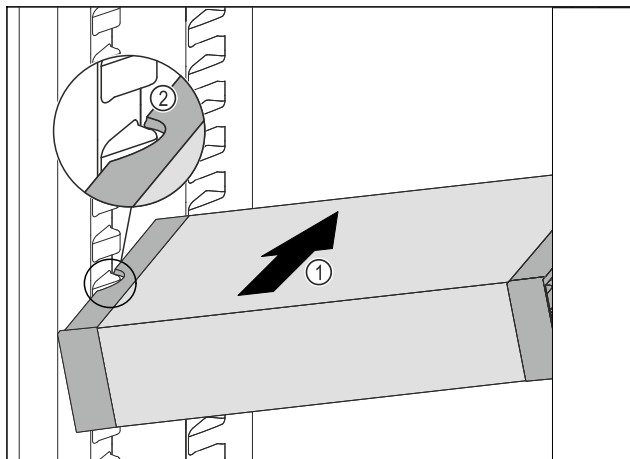

Fig. 200
- Вставити висувний ящик VarioSafe під кутом в охолоджувальне відділення Fig. 200 (1), доки бокові поглиблення Fig. 200 (2) VarioSafe не будуть розташовуватися на рівні ребра для ємності в охолоджувальному відділенні.